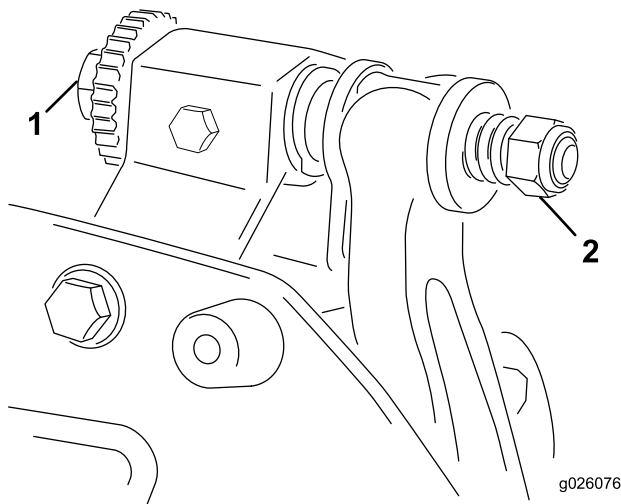

Figure 10
2. Basculez le plateau de coupe pour exposer la contre-lame et le cylindre. **Vérifiez que les écrous à l'arrière des vis de réglage de la barre d'appui ne reposent pas sur la surface de travail (Figure 10).**